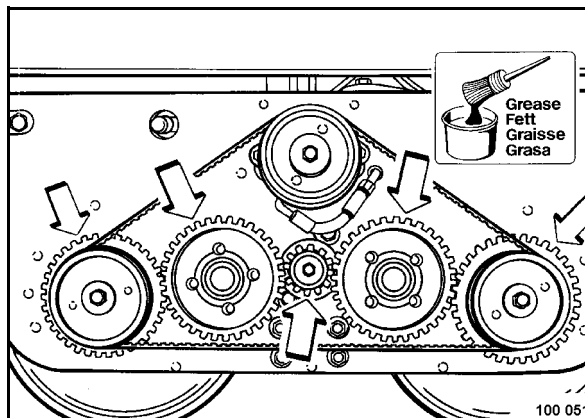

Fig. 69
- Desmontar la caja protectora (Fig. 69).